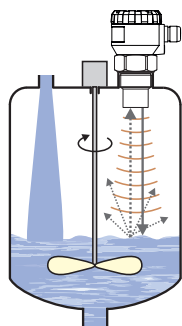

Рис. 12: Слегка волнистая поверхность
- При слегка беспокойной или волнистой поверхности (из-за мешалки, подачи жидкости и т.п.) возможно рассеивание и ослабление ультразвукового сигнала. Это может привести к сокращению диапазона измерения или ненадежному функционированию измерителя уровня (рис. 12).